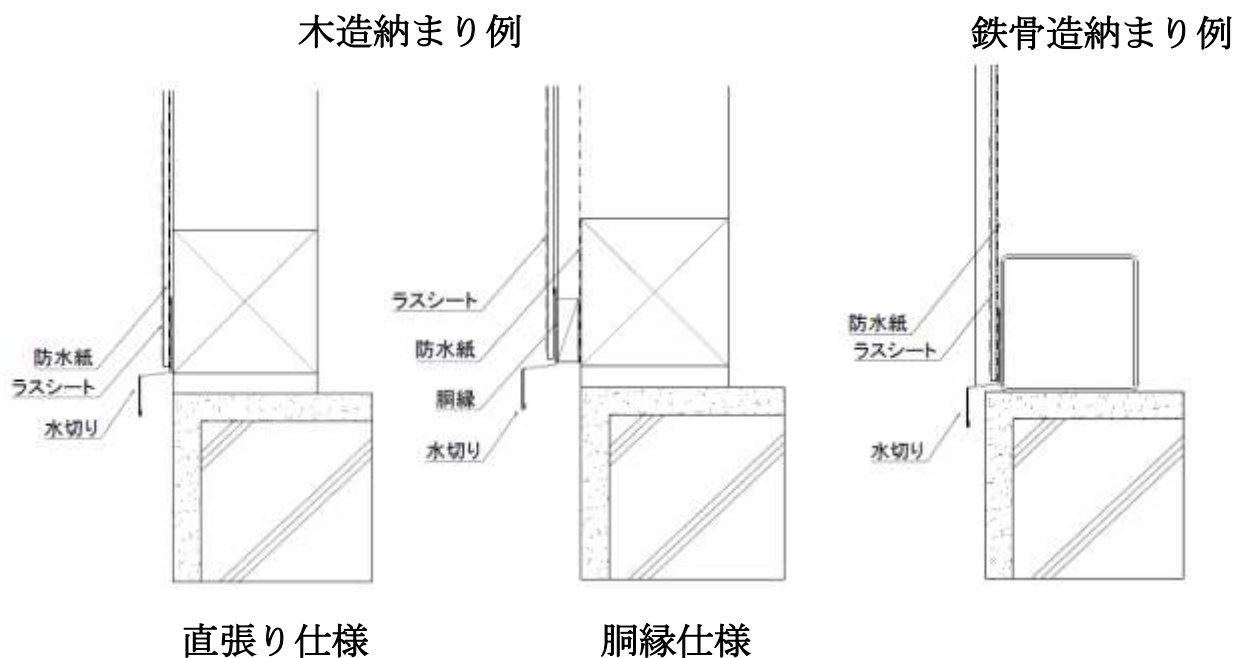

図 23 基礎廻りの納まり
⑤ 基礎部
- ・基礎廻りでは、最下段の胴縁からラスシート端部までの距離が長すぎると、モルタルの収縮により反りが起こる可能性があるので、この距離は 100mm 以下になるようにします。以下に納まりを図 23 に示します。